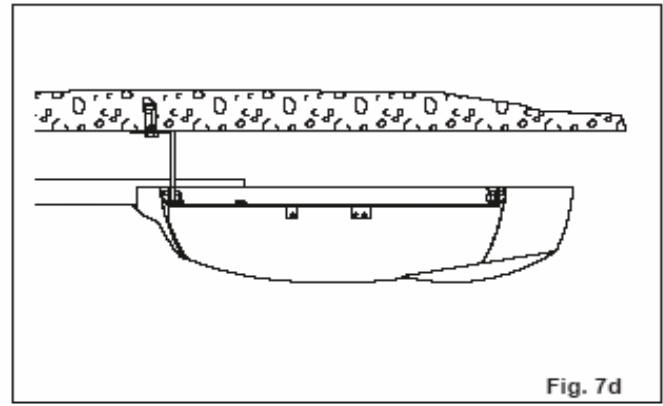

Fig. 7d
- (Rys.7d) Umieścić uchwyty mocujące [3] i przymocować je za pomocą dołączonych śrub. Podnieść całość i zgąć uchwyty według potrzeby (ewentualnie wyeliminować część nadmierną), następnie przymocować do sufitu.